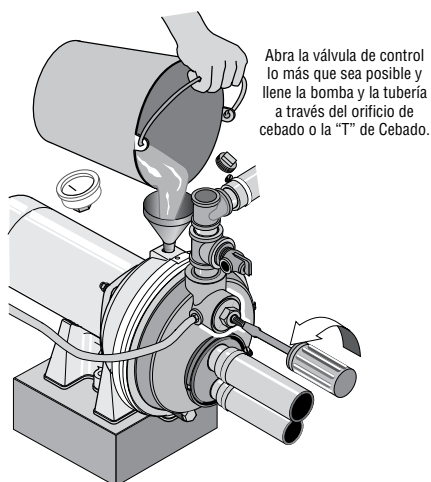

Figura 18: Llenado de la Bomba
1. Abra la válvula de control lo más que sea posible (vea la Figura 18). Después retire el tapón de cebado de la bomba y llénela, llenando toda la tubería entre la bomba y el pozo; asegúrese de que toda la tubería en el pozo esté llena. Si también instaló una "T" de cebado en la tubería de succión, retire el tapón de la "T" y llene la tubería de succión.